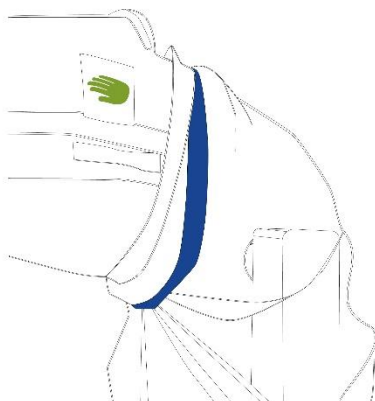

Рисунок 6.7. Установка стерильного чехла манипулятора инструментов
7. Положите обе руки внутрь широкой манжеты стерильного чехла, осторожно возьмитесь за чехол обеими руками и затяните оставшуюся часть роботизированного манипулятора. (Рисунок 6.7).